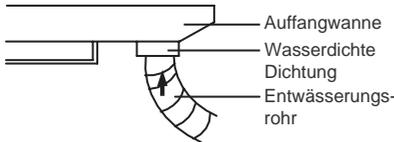

Abb. 24
- (1). Folgenden Schritten folgen, um die Entwässerungsrohrstellung zu bestimmen.
- (2). Das Entwässerungsrohr in die Entwässerungsöffnung der Einheit hineinstecken und die Rohrhalterung mittels Klebeband anpassen (Abb. 24).
- (3). Das Rohrausdehnungsstück mit dem Entwässerungsrohr verbinden die Rohrhalterung anhand Klebeband befestigen.